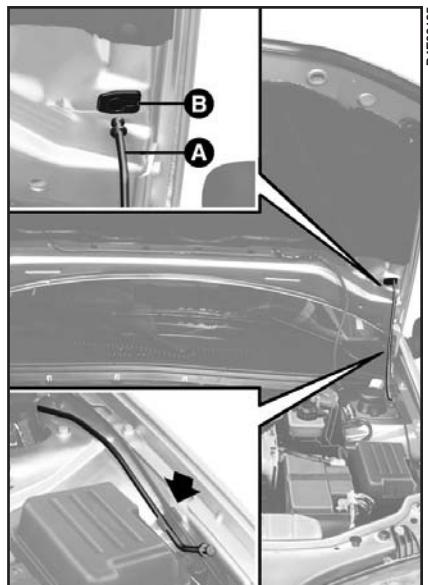

рис. 84
- 3) Взявшись рукой за центр передней кромки капота, поднимите капот; одновременно освободите из фиксаторов опорную штангу **A** (рис. 84).
- 1) Приподняв капот одной рукой, другой выведите штангу **A** (рис. 84) из гнезда **B** и разместите ее в соответствующих фиксаторах.